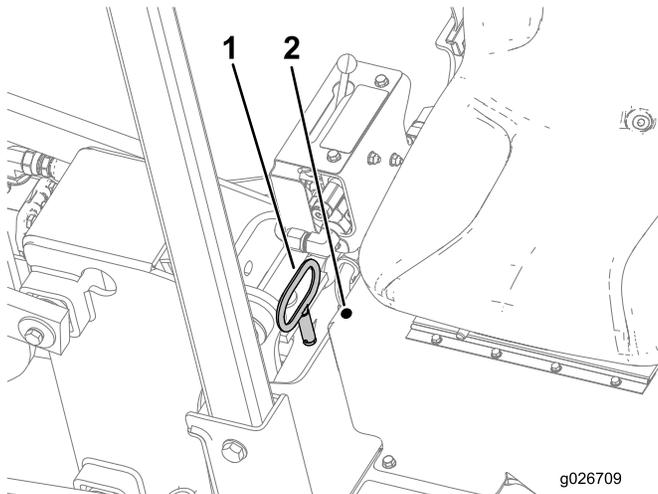

Figura 10
1. Retire el pasador de giro, colóquelo en la posición de almacenamiento y arranque el motor (Figura 10).